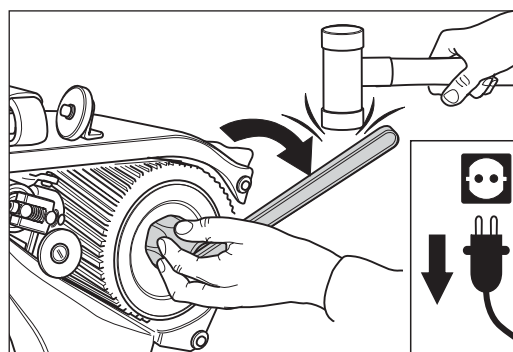

Abb. 79 Die Walzenmutter **im Uhrzeigersinn lösen (Linksgewinde)**, gegebenenfalls mit einem gedämpften Schlag. **Niemals einen Stahlhammer benutzen!**
- 6 Setzen Sie den Walzenschlüssel (siehe Werkzeugtasche) auf die Mutter an der Schleifwalze. Drehen Sie die Mutter **im Uhrzeigersinn (Linksgewinde)** von der Schleifwelle (Abb. 79)! Nehmen Sie gegebenenfalls einen Schonhammer zu Hilfe. **Benutzen Sie niemals einen Stahlhammer!**